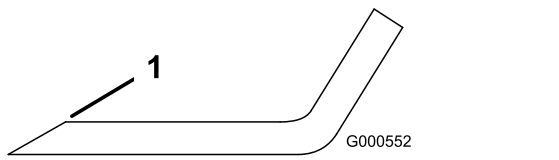

Figure 67
1. Au moyen d'une lime, aiguissez les tranchants à chaque bout de la lame (Figure 67).
**Remarque:** Si la lame est déséquilibrée, limez un peu l'extrémité de l'ailette seulement (Figure 67).